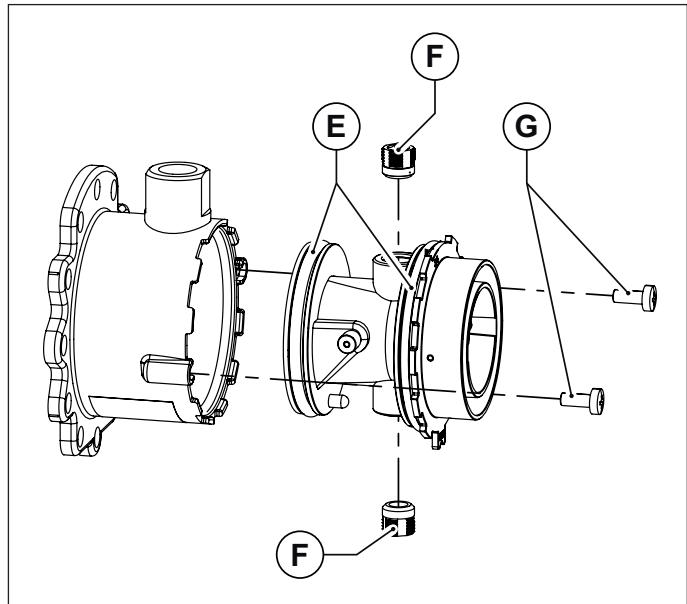
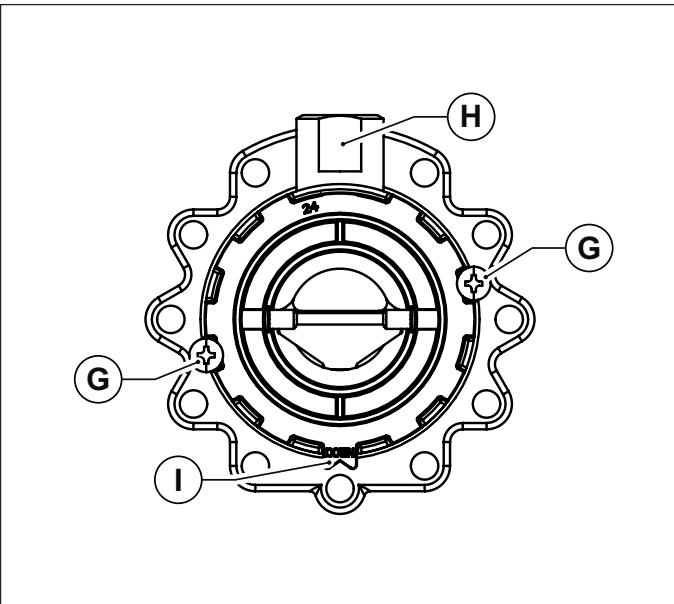

Fig. 38 Corpo in plastica del miscelatore
Fig. 39 Orientamento di montaggio
- Sfilare il corpo in plastica del miscelatore, svitando le due viti di fissaggio (vedi Fig. 38 Corpo in plastica del miscelatore).
- Svitare i due ugelli del miscelatore utilizzando una chiave a brugola da 6 mm (vedi Fig. 38 Corpo in plastica del miscelatore).
- Rimontare il corpo in plastica (Venturi) inserendolo nel miscelatore e avvitandolo con le viti di fissaggio, avendo cura di non danneggiare le guarnizioni o-ring che sono montate agli estremi del corpo in plastica (vedi Fig. 38 Corpo in plastica del miscelatore) e di rispettare l'orientamento di montaggio (vedi Fig. 39 Orientamento di montaggio).
- Montare il mixer riassemblato al ventilatore con le viti a brugola, avendo cura di riposizionare, fra mixer e ventilatore, l'o-ring di tenuta (vedi Fig. 38 Corpo in plastica del miscelatore).
- Montare il mixer riasssemblato al ventilatore con le viti a brugola, avendo cura di riposizionare, fra mixer e ventilatore, l'o-ring di tenuta (vedi Fig. 38 Corpo in plastica del miscelatore).